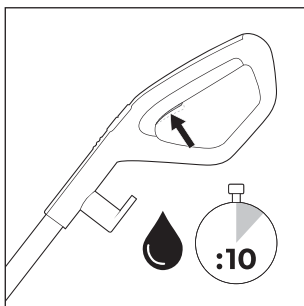
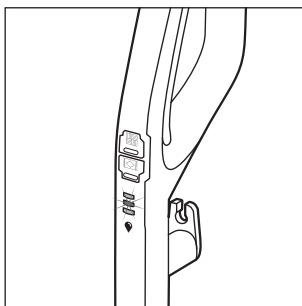

Fig. 14
Fig. 15
- ◆ Prima di ogni uso mantenere premuto per circa 10 secondi l'interruttore della soluzione detergente  **15** per preparare il rullo a spazzola **6** al funzionamento con la soluzione detergente (vedere fig. 14). L'indicazione della soluzione detergente  **12** lampeggia alternatamente con luce blu quando si mantiene premuto l'interruttore  **15** (vedere fig. 15).